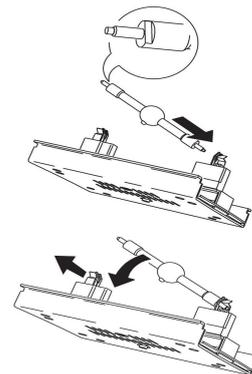

图 6: 插入灯泡
灯泡两端有如图 6 所示的特殊的金属缺口, 以确保正确安装。不能使用没有特殊的金属缺口的 SFC10-4 基座的灯泡。
- 4 看图 6, 将新灯泡的两端螺母松掉, 先把灯泡一端插入灯座缺口, 再将另一端卡入灯座, 抽头对着后面板。